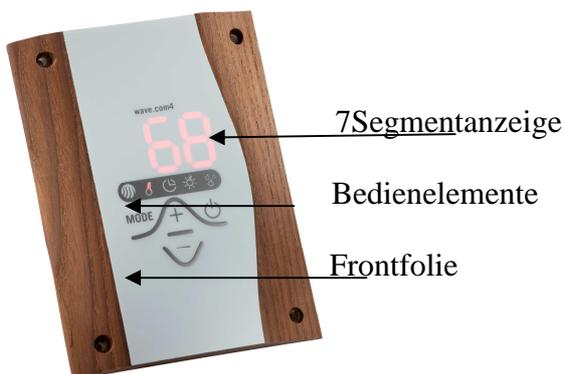

Abbildung 4: Beschreibung Bedienteil
- 3. Mit einem trockenen Tuch bzw. einem mit Seifenwasser leicht angefeuchteten weichen Tuch die Frontfolie (siehe Abbildung 4) sanft abwischen.**